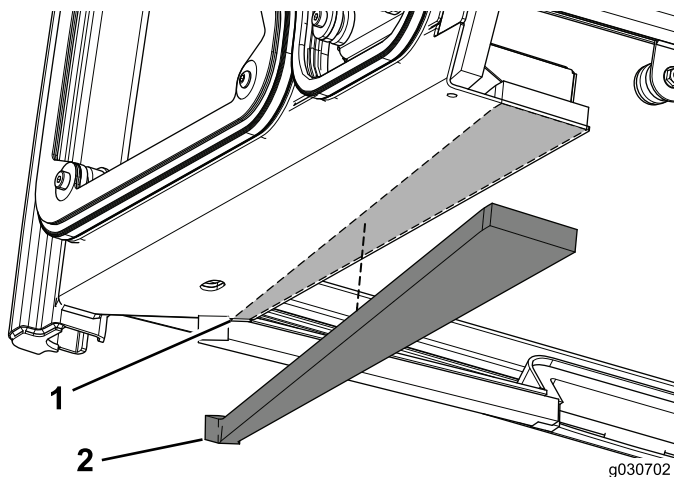

Figura 12
1. Applicate la guarnizione laterale anteriore sinistra in schiuma sintetica a circa 3 mm dal bordo della sezione anteriore sinistra della cabina (**Figura 12**).